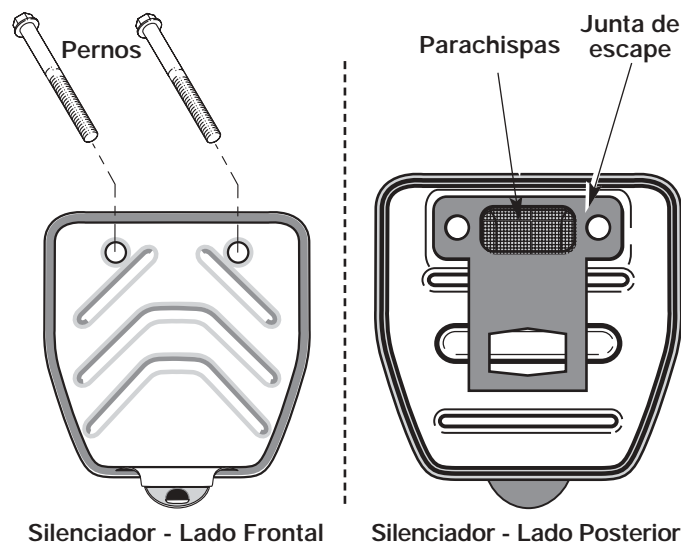

Fig. 26
2. Ubique el frente del silenciador y los dos (2) pernos que lo sujetan al motor (Fig. 26). Quite los dos (2) pernos con un destornillador de punta plana, una llave de tubo de 5/16 o destornillador para tuercas. Hale el silenciador del motor.
3. Voltee el silenciador al lado posterior y ubique la junta de escape. Retire la junta de escape (Fig. 26).
7. Ponga la junta del silenciador contra el lado posterior del mismo. Alinee los orificios de los pernos de la junta del silenciador en el silenciador. Mientras sostiene la junta en su lugar, ponga los pernos en el lado frontal del silenciador (Fig. 26).